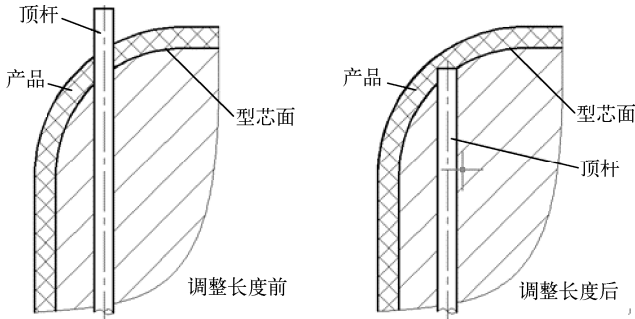

图 7-23 调整长度的结果
- 【调整长度】：调整长度是指将顶杆的长度调整到与型芯表面的最高点一致，但顶杆的端部还是平面。这种修剪方法，使顶杆陷在产品内，产生凹痕，如图 7-23 所示。